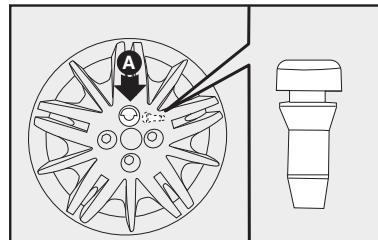

fig. 10
- Colocar a calota cuidando para que o símbolo , na parte interna, fique em correspondência com a válvula, e dessa maneira o furo maior da calota **A-fig. 10** passe pelo parafuso já fixado.